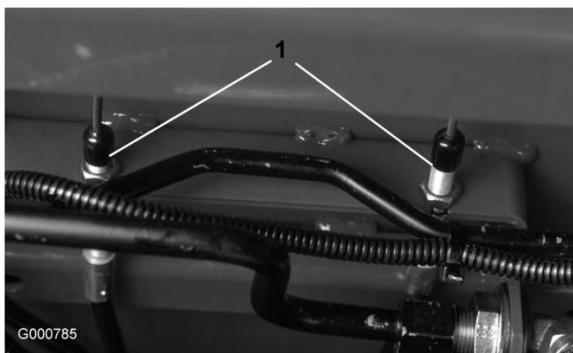

図 75
2. ブレーキの踏みしろの遊びを減らすには、まず、ブレーキ・ケーブル（図 75）の端にある前ナットをゆるめる。次に、後ろナットを締めてケーブルを後ろへ引く。行きしろが 13 mm～25 mm になるように調整する。調整ができたら前ナットを締める。